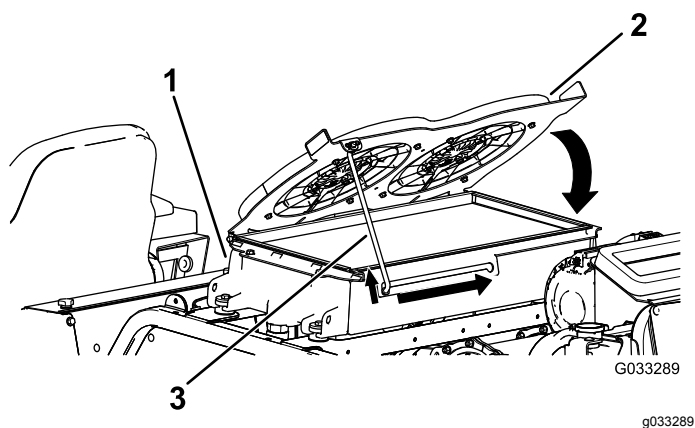

Figura 120
- Rode as ventoinhas do refrigerador hidráulico para baixo e fixe a barra de apoio no entalhe (Figura 120).